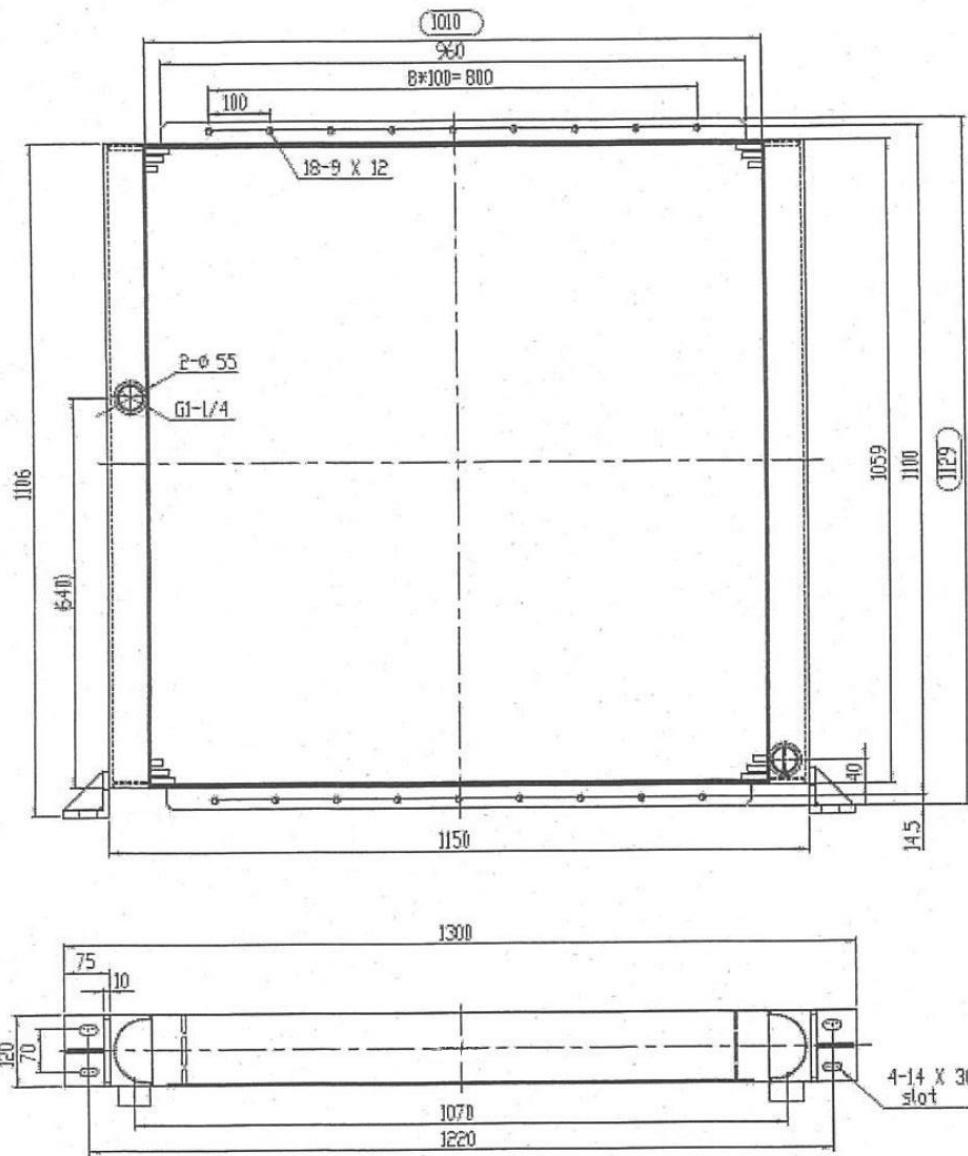

Рисунок 7. Охладитель.
4.1.4 Охладитель (рис. 7) односекционный, пластиначатого типа, изготовлен из алюминиевого сплава, служит для охлаждения масла.